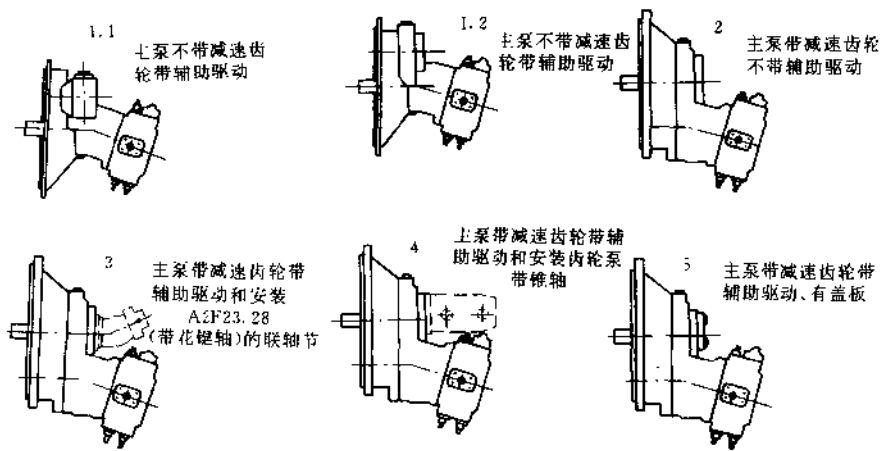

图 11.5-23 A8V 变量双泵结构型式示意图
④结构型式(见图 11.5-23)
⑤旋转方向(从轴端看):R——顺时针
⑥系列:1
⑦速比(见表 11.5-19)
⑧吸油口连接方式:1——SAE 法兰
⑨压油口连接方式